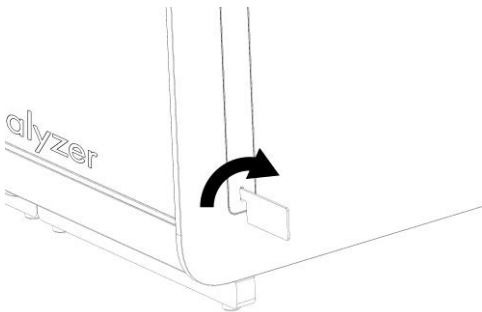

Abbildung 12: Entfernen der Schutzabdeckungen
3. Entfernen Sie die Schutzabdeckungen von der Seite des Analysemoduls mit dem dafür vorgesehenen, im Lieferumfang des QIAstat-Dx Analyzer 1.0 enthaltenen Werkzeug (Abbildung 12).